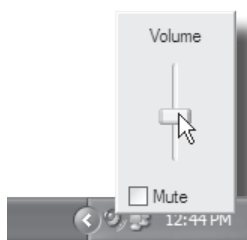

Figure 9
4. Réglez le volume de sortie en cliquant sur l'icône du haut-parleur en bas à droite de l'écran (Figure 9).